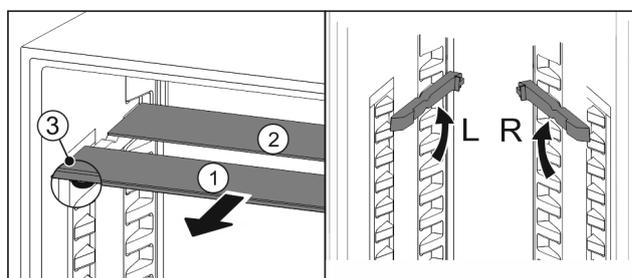

Fig. 73
- ▶ Sortir les tablettes par l'avant Fig. 73 (1).
- ▷ La tablette en verre Fig. 73 (1) avec bordure décorative est située à l'avant.
- ▷ Les butées Fig. 73 (3) sont orientées vers le bas.